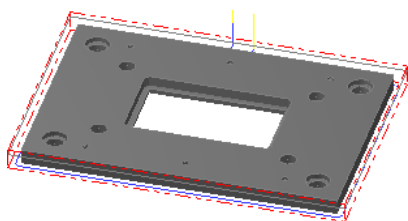
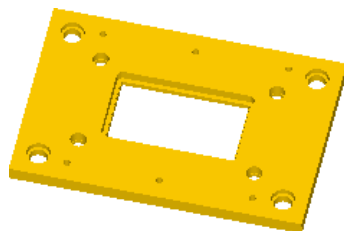

图 2.43 刀具路径
图 2.44 仿真结果图
Step6. 单击“2D 刀具路径 - 外形铣削”对话框中的 **✓** 按钮，完成参数设置，此时系统将自动生成图 2.43 所示的刀具路径。
(1) 在 **刀具路径** 选项卡中单击 **✓** 按钮，然后单击“验证已选择的操作”按钮 **📦**，系统弹出“验证”对话框。
(2) 在“验证”对话框中单击 **▶** 按钮。系统将开始进行实体切削仿真，结果如图 2.44 所示，单击 **✓** 按钮关闭对话框。